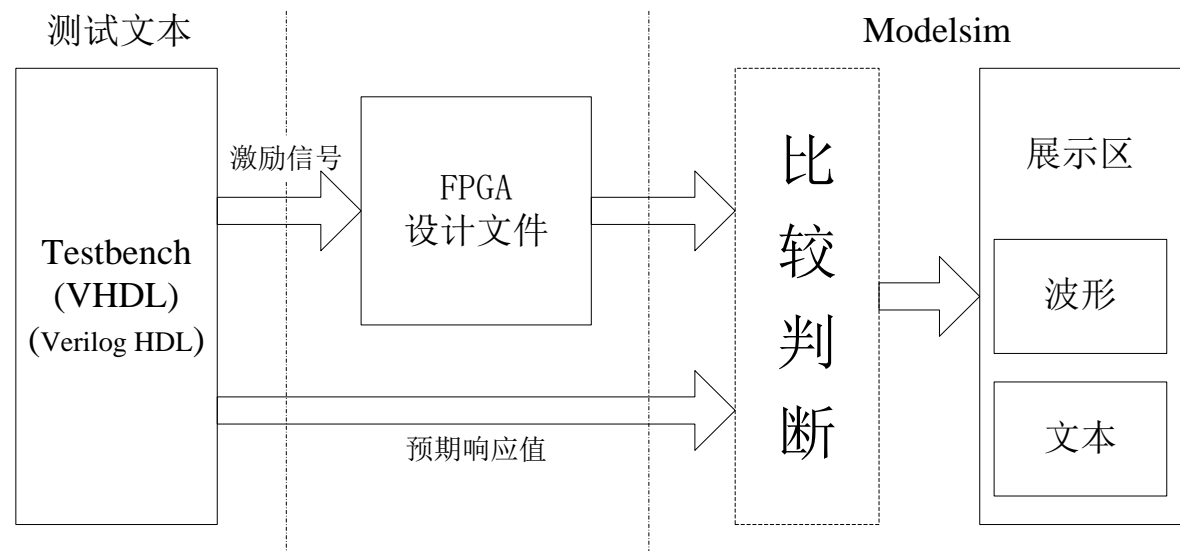

图 4 测试文件、FPGA 设计文件与 ModelSim 三者关系
4. 仿真要求。使用 modelsim 软件完成 ALU 模块的电路仿真。仿真文件中要含有激励信号、预期响应值和比较判断等功能。图 4 是测试文件与被测试文件的关系图。
4) 添加被测信号。点击 SignalTap II Logic Analyzer 界面内 Setup 卡片项，在空白处双击鼠标左键，弹出 Node Finder 窗后，即可添加被测信号。见附图 4。
附图 4 被测信号添加窗口